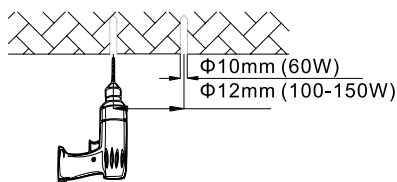

Fig. 1
1. Make marks on the ceiling or walls, and then drill holes in the marks (Figure 1).
1. Faites des marques sur le plafond ou les murs, puis percez des trous dans les marques (figure 1).